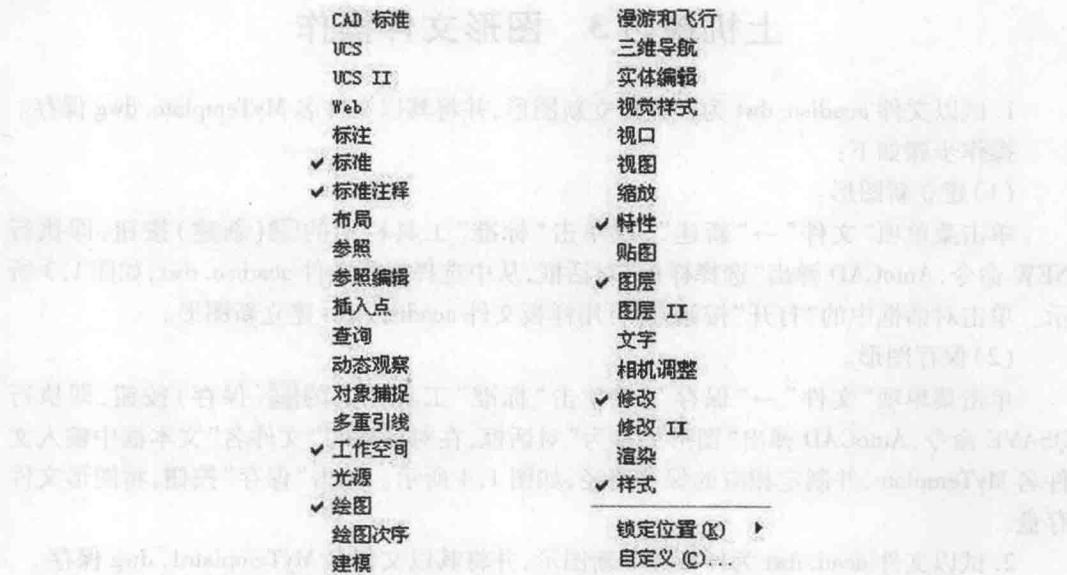

图 1-1 炒糖蒜苗
- (1) 在绘图界面中，在已有某一工具栏上单击鼠标右键，AutoCAD 弹出快捷菜单，如图1.1 所示。